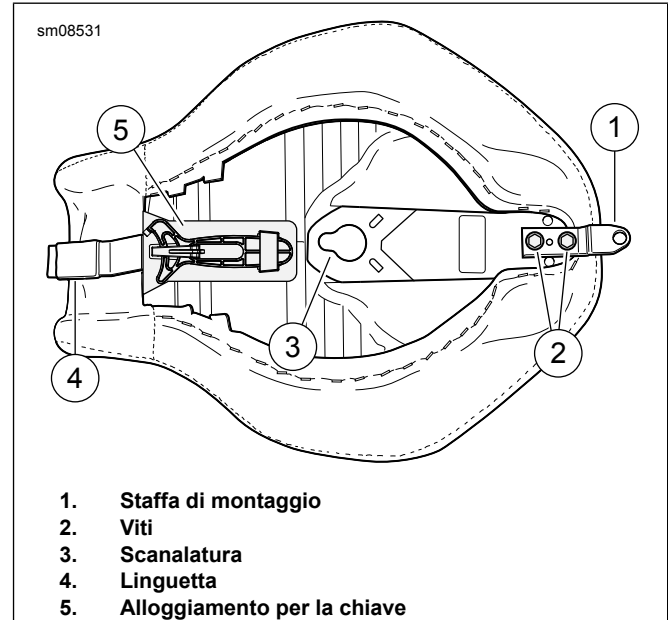

Figura 1. Staffa, viti, scanalatura e linguetta
1. Vedere Figura 1. Rimuovere le due viti (2) che fissano la staffa posteriore della sella (1). Rimuovere la staffa. Conservare le viti e la staffa per l'installazione sul sellino.